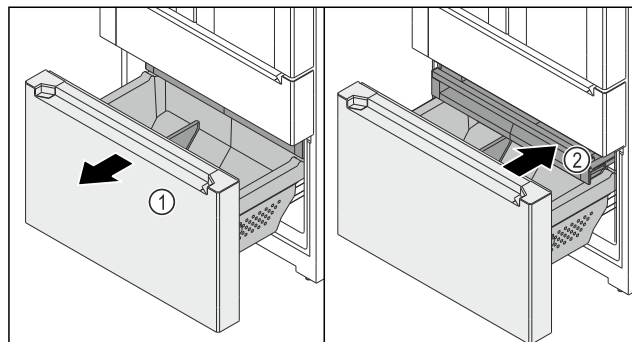

Fig. 152
- ▶ Auszugswagen Fig. 152 (1) bis zum Anschlag herausziehen.
- ▶ Schubfach Fig. 152 (2) ist automatisch herausgezogen.
- ▶ Schubfach Fig. 152 (2) einschieben.